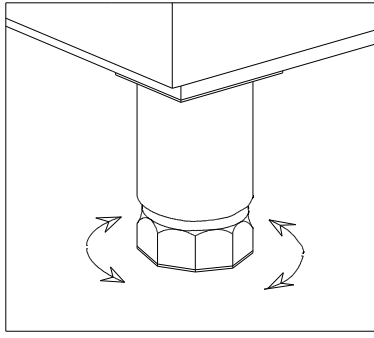

Fig. 1
- Nivelar y regular la altura del aparato (Fig. 1).